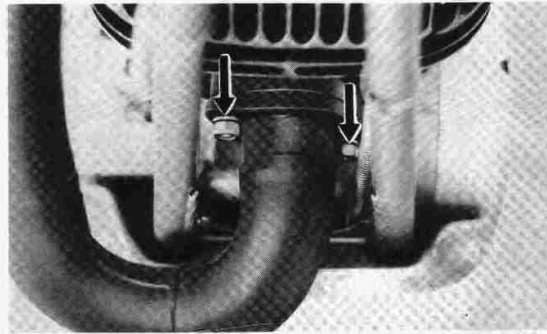

Fig. 3-2-5
2. Remove the nuts holding the exhaust pipe to the cylinder. (Fig. 3-2-5)
2. Retirez les écrous fixant le tuyau d'échappement au cylindre. (Fig. 3-2-5)